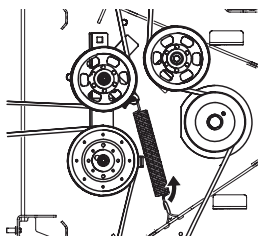

Figure 46
- b. Décrochez le ressort de la poulie du crochet sur le côté droit du milieu du plateau (Figure 46).